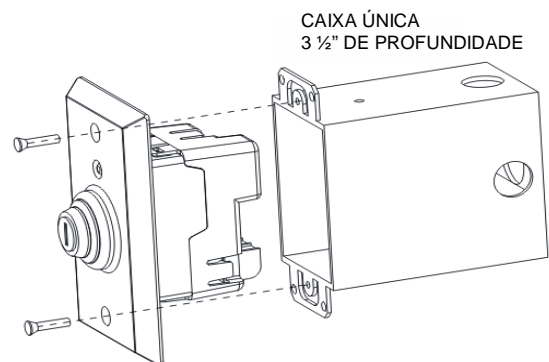

Figura 5
1. Remova o módulo de sua sacola de proteção. Monte o TSM-1X em uma caixa de montagem única padrão reconhecida/listada pela UL (fornecida pelo usuário); recomenda-se no mínimo 3 1/2" de profundidade. Consulte a Figura 5.
3. Insira a placa frontal e conecte a placa de tampa com os dois parafusos fornecidos. Consulte a Figura 5.